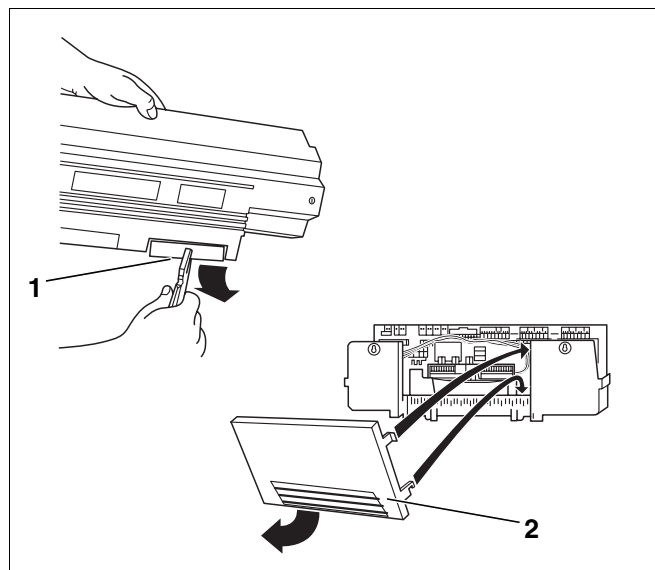

Fig. 44 Forberedelse – Kabelgjennomgang
- Brekk om nødvendig ut avbrekkingsdelene (fig. 44, **pos. 1**) i bakveggen til kabelgjennomgangen (Logamatic 33..) hhv. ta av bakveggdelen (Logamatic 43..) (fig. 44, **pos. 2**).
- Heng den nedre haken i bakveggdelen (Logamatic 43..) på klemmerammen og trykk oppe til hakene på siden smetter på plass (fig. 44, **pos. 2**).